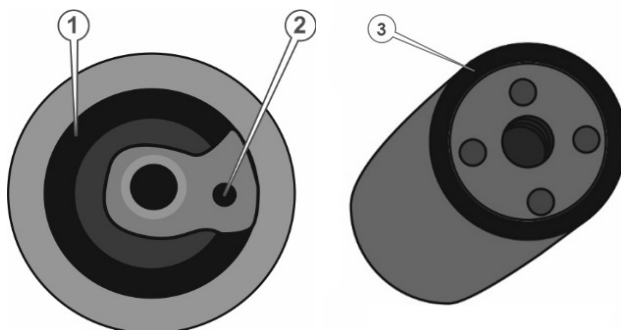

Рисунок 23. Мастильний фільтр двигуна.
Мастильний фільтр призначений для видалення забруднень з моторного мастила шляхом фільтрації (рис. 23, 24).
2. Чистою тканиною протерти фланець блоку циліндрів (1, рис. 23) та дренажного клапана (2, рис. 23).
4. Взяти новий мастильний фільтр, змастити кільце (3 рис. 23) чистим моторним мастилом, додати мастило у фільтр перед встановленням до рівня гумової прокладки.